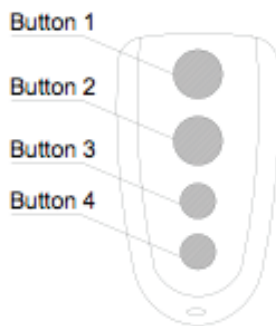

Fig. 12 Control Remoto
- El control remoto funciona en modo de un solo canal o multi-canal (Ver DIP de la Tabla 1). Este tiene cuatro botones (Ver Fig. 12 Control remoto). La función de un solo canal para el botón 1, botón 2 y botón 3 es la misma y el botón 4 es el modo peatón. Con cada pulsación del botón del control remoto (1,2 y 3), los cuales han sido programados, la puerta puede cerrarse, detenerse, abrirse o detener su ciclo.